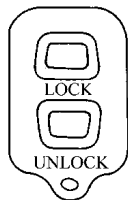

图 1-4 遥控钥匙
(4) 门锁遥控钥匙。门锁遥控钥匙 [如图 1-4 所示，仅限于 SY6480B2C (H) 车型]，其使用方法如下：